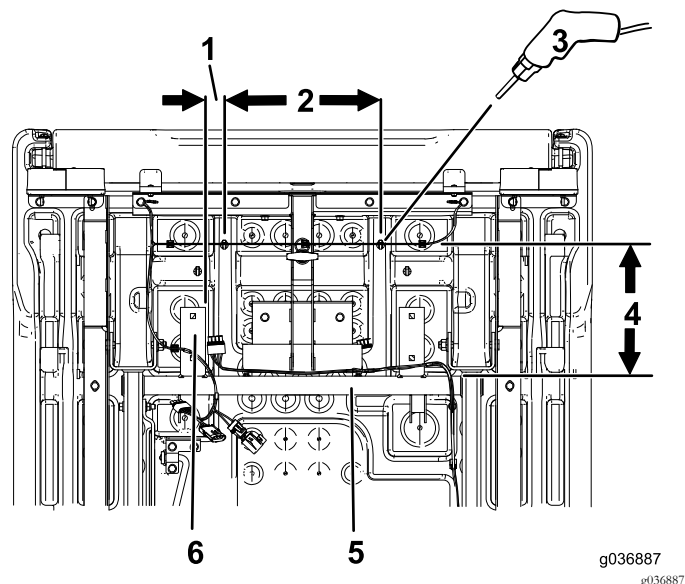

Figura 4
2. Por baixo da plataforma de carga, meça 267 mm para trás da extremidade da estrutura do tubo transversal e 38 mm para dentro da extremidade de montagem da barra estabilizadora esquerda e marque o local (Figura 4).
3. Faça dois furos de 6,35 mm na plataforma na plataforma de carga de plástico (Figura 4).
1. Por baixo da plataforma de carga, meça 267 mm para trás da extremidade da estrutura do tubo transversal e 38 mm para dentro da extremidade de montagem da barra estabilizadora direita e marque o local (Figura 4).